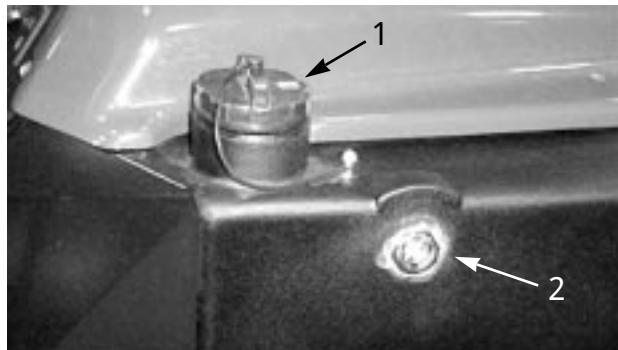

図27
2. 油圧オイルタンクの側面についている点検窓(図27)でオイルの量を点検する。オイルが冷えている状態で窓の下のフチまであればよい。オイルが熱い状態では窓の中央部まであればよい。